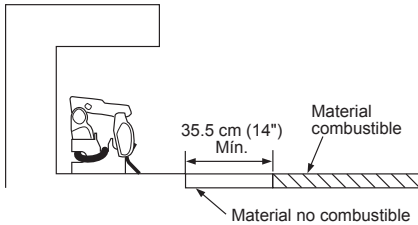

Figura 8 - Distancias mínimas de la chimenea cuando se instala a nivel del suelo
A. Cuando instale el calentador a nivel del suelo, debe dejar una distancia mínima de 35.5 cm (14") hacia los materiales combustibles (consulte la figura 8).